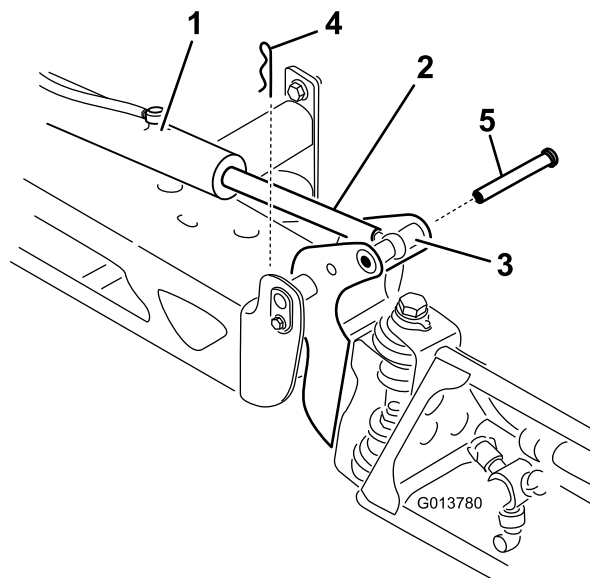

图 109
2. 从枢轴销图 109 上拆下开口销。
3. 向上提起喷洒臂拆下柱销图 109 然后将喷洒臂慢慢放到地面上。
- 支撑住喷洒臂将柱销插入喷洒臂枢轴和杆端图 109。